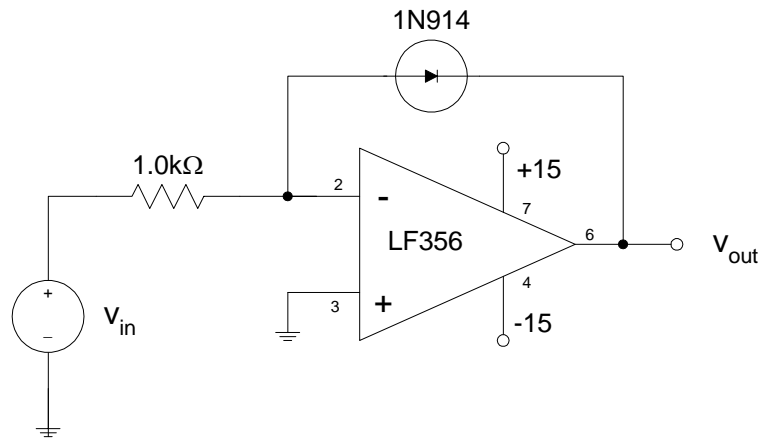

Figura 1. Circuito para el experimento 1.
1. Construya el amplificador logarítmico de la figura 1. **P.1.1 ¿Cuál es la relación ideal de entrada/salida  $V_{OUT}$  frente a  $V_{IN}$  para este amplificador cuando el diodo está polarizado con una corriente directa?**